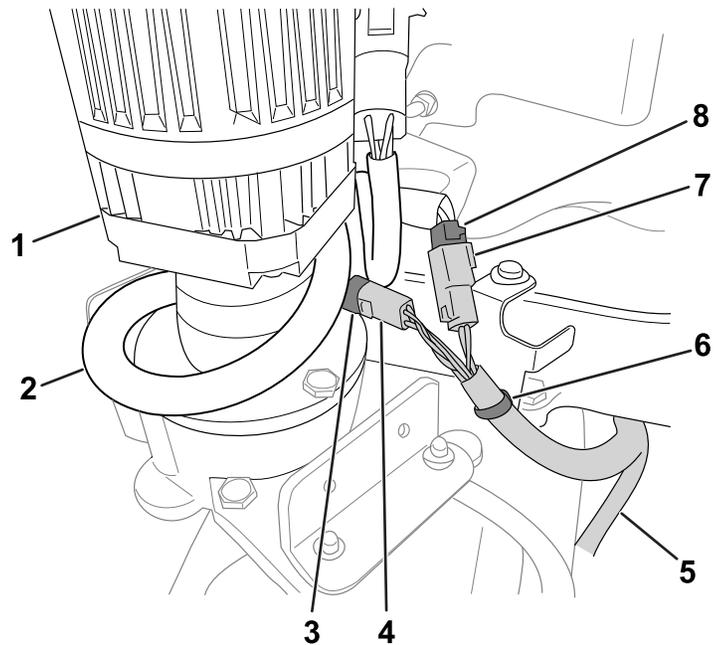

Figura 6
4. Encaminhe os restantes conectores da cablagem do kit para o motor da direção (Figura 6)
5. Ligue o fixador de pressão na cablagem do kit ao suporte como se mostra na Figura 6.
6. Ligue os conectores da cablagem do kit aos conectores da cablagem da máquina (Figura 6):
8. Enrole a cablagem adicional da máquina em volta do motor da direção como se mostra na Figura 6.